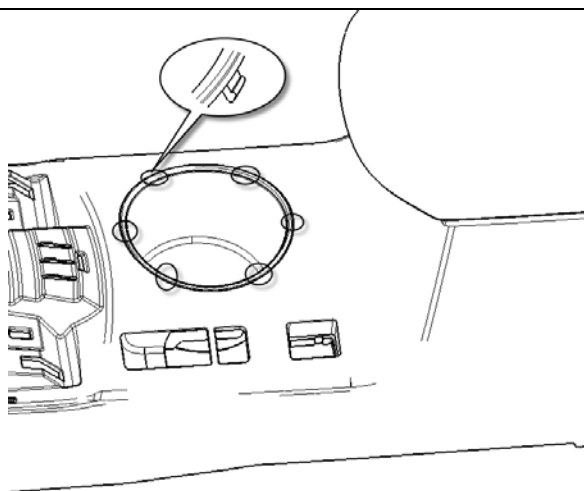

图 1.6.17 杯托装饰圈的拆卸
- 杯托装饰圈的拆卸: 先用一字螺丝刀沿杯托装饰圈与副仪表板本体配合间隙边沿慢慢顺序撬启, 直到卡脚(共6处)全部脱离, 然后用手取下杯托装饰圈。如图1.6.17所示;